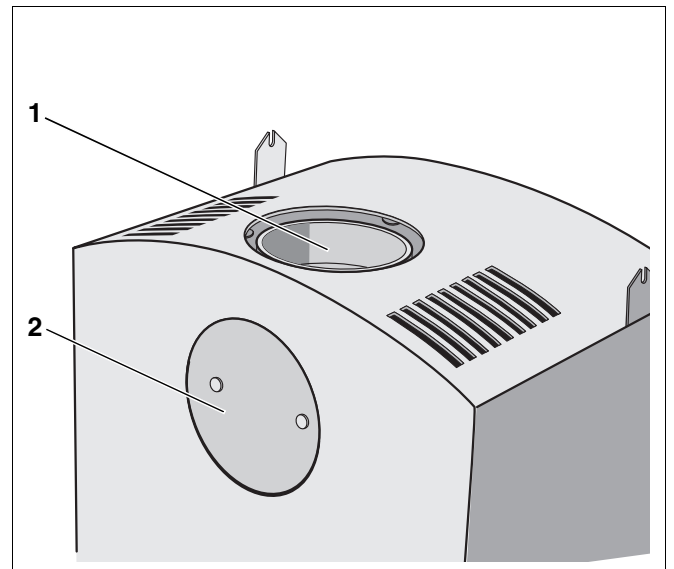

Abb. 2 Kaminofen – Auslieferungszustand
- Abgasanschluss Oberseite, über die obere Abgasöffnung nach oben (Abb. 2, **Pos. 1**),
- Abgasanschluss Rückseite, über die rückseitige Abgasöffnung nach hinten (Abb. 2, **Pos. 2**).
Werkseitig ist der Abgasstutzen am Abgasanschluss Oberseite des Kaminofens montiert (Abb. 2, **Pos. 1**).